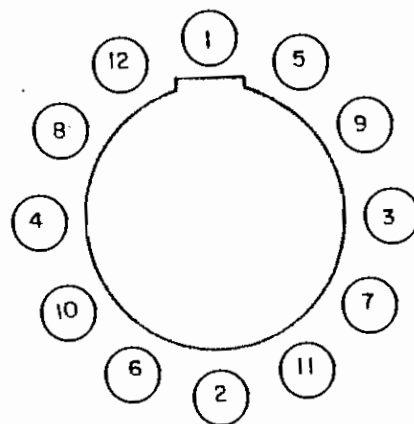

Fig. 24. Orden que debe seguirse al apretar los pernos del conmutador
(1) Límpese la cara frontal de cobre y la cara de la tapa. Tómense luego medidas con un micrómetro conforme se hizo en la parte (1) anterior.
(2) Para igualar la tensión en los pernos, apriétense aplicando una fuerza de torsión de 12,44 kg/m (90 lbs/pie), en una secuencia cruzada, conforme se indica en la Fig. 24.
(3) Remuévase UN PERNO CADA VEZ. Límpese el perno removido y lubríquese ligeramente los hilos de la rosca y debajo de la cabeza aplicando una mezcla de 75 por ciento de un